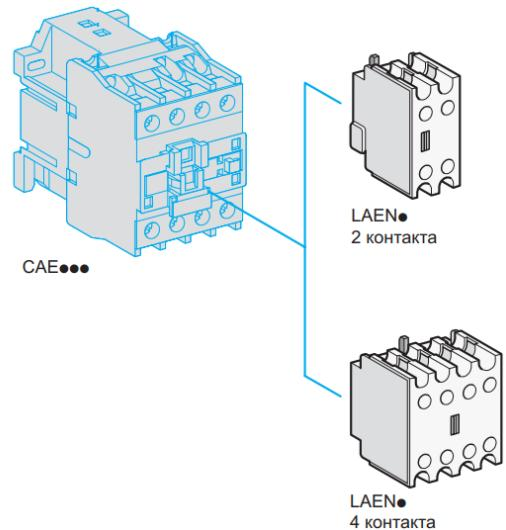

Рисунок 4. Подключение приставок LAEN
- приставок контактных серий LAEN, для увеличения вспомогательных контактов (рисунок 4).